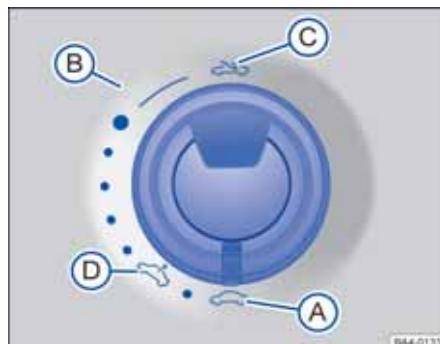

图 47 在顶篷中：天窗的旋转开关。
将转动开关 ⇒ 图 47 转到所需的位置，以调至天窗的以下位置：
- 将转动开关在前部位置  $\Rightarrow$  图 47 ① 处按住，直到天窗完全关闭为止。